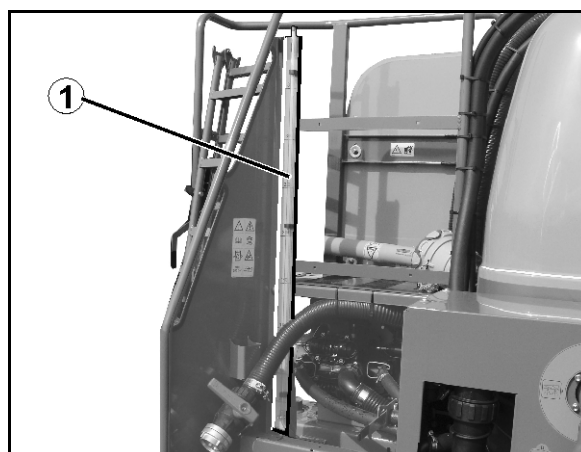

Fig. 52
- Racord de umplere cu secțiune de curgere liberă și evacuare oscilantă (Fig. 52).